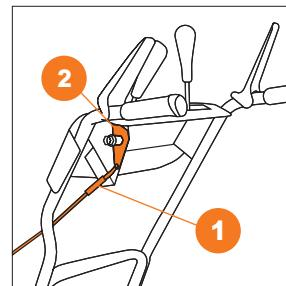

Рис. 15
- Соедините тросик регулировки дальности выброса 1 с кронштейном рукоятки управления 2 на панели оператора (Рис. 15).